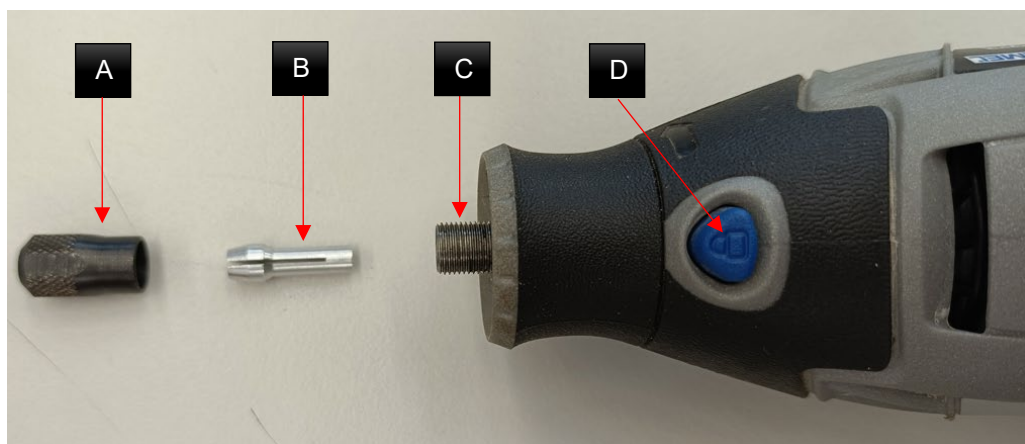

Fig. 6. Esquema de situació o posicionament dels principals components que intervenen en la col·locació i fixació dels accessoris.
2. Introduir la cànula de fixació (B) dins la rosca de retenció (A) i roscar aquesta última a l'aparell (C). (Veure Fig. 6, Fig. 7 i Fig. 8).